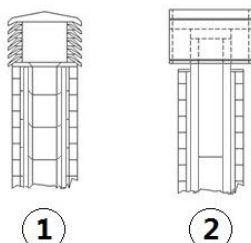

Fig. 5 - Comignoli antivento
- Si consiglia un comignolo di tipo antivento, vedi **Fig. 5 a pag. 8**.
- Canna fumaria esterna realizzata esclusivamente con tubi inox isolati cioè con doppia parete minimo Ø150 mm; il tutto ben ancorato al muro. Con comignolo antivento (vedi Fig. 5 a pag. 8).